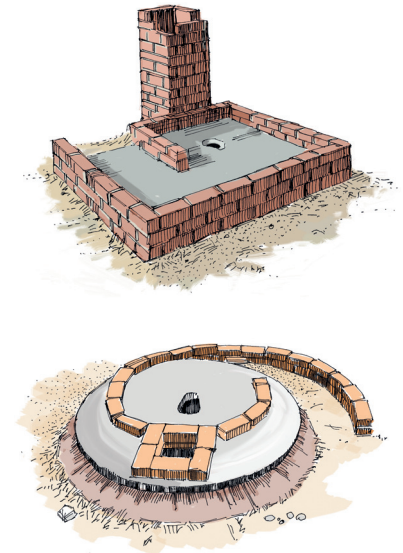

Figure 3. Latrines en spirale en construction, montrant l'agencement intérieur
**Figure 2.** À l'origine, les conceptions en spirale n'avaient pas de porte afin de maximiser le flux d'air au travers de la latrine (a). Cependant, beaucoup d'utilisateurs étaient préoccupés par leur intimité et leur sécurité ; des demi-portes ont donc été ajoutées pour continuer de permettre un flux d'air suffisant tout en contrôlant l'accès des autres utilisateurs et des animaux (b). La Figure 3 montre l'agencement interne de latrines en spirale classiques.